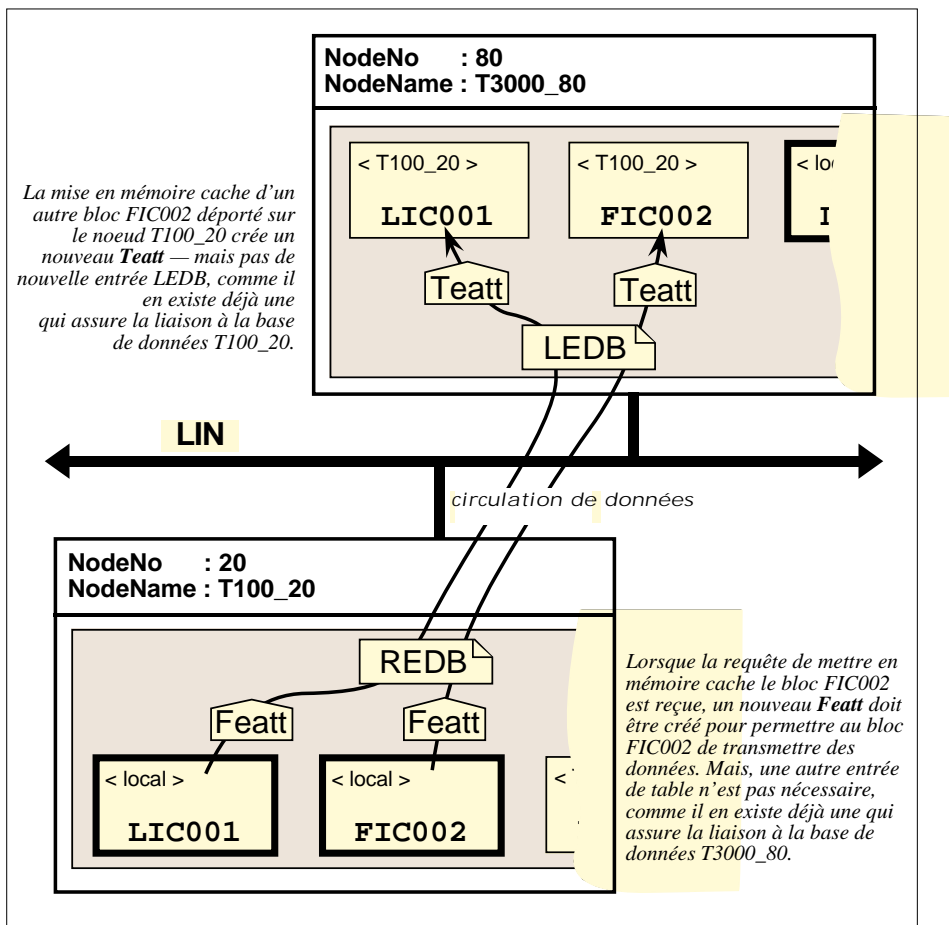

Figure B-4 Mise en mémoire cache d'un second bloc entre les mêmes bases de données
- 3 Mise en mémoire cache d'un second bloc entre les mêmes bases de données (figure B-4)
La figure B-4 montre que la base de données du T3000 a été configurée pour mettre un autre bloc en mémoire cache — FIC002 — sur le même noeud déporté T100. Ceci crée un second Teatt, mais aucune autre entrée LEDB n'est nécessaire, dans la mesure où il en existe déjà une vers la base de données déportées du T100. Cette LEDB peut être partagée par tous les blocs en mémoire cache entre les deux noeuds.